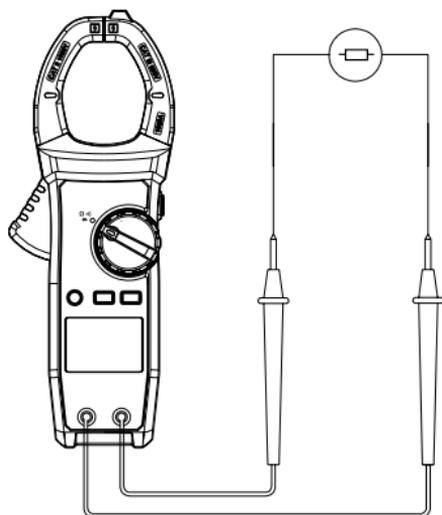

Рис.7. Проверка целостности
2) Установите переключатель на **(••)** и подсоедините щупы тестовых проводов к проверяемому элементу цепи (см. рис. 7). При значении сопротивления элемента цепи <30 Ом, цепь считается целостной, будет звучать непрерывный звуковой сигнал. Если сопротивление между контактами превышает 50 Ом, звукового сигнала нет, что говорит об обрыве.